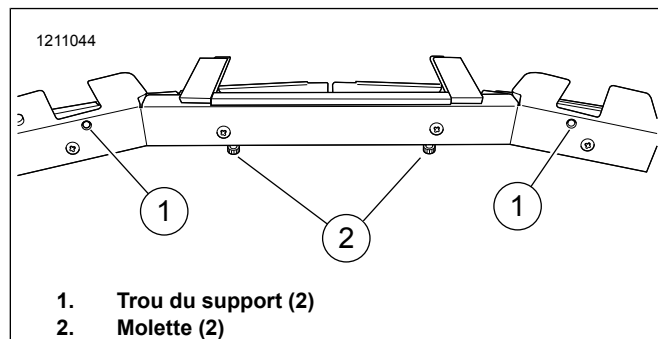

Figure 4. Trous de montage du support
3. Voir la figure 4. Placer le feu sur une zone de travail avec les molettes (2) vers le bas et les trous du support (1) vers le haut.
12. Voir la figure 4. Serrer la vis du support de montage (2) pour fixer le feu au pare-brise.